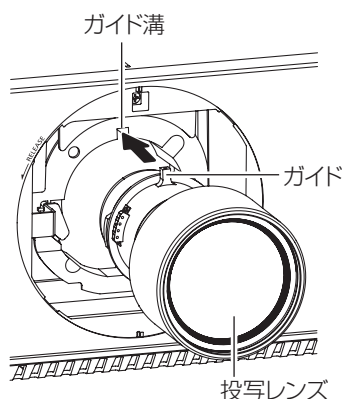

図1
- 1) 投写レンズカバーを取り外し、投写レンズのガイドを本体のガイド溝に合わせて奥まで差し込む（図1）